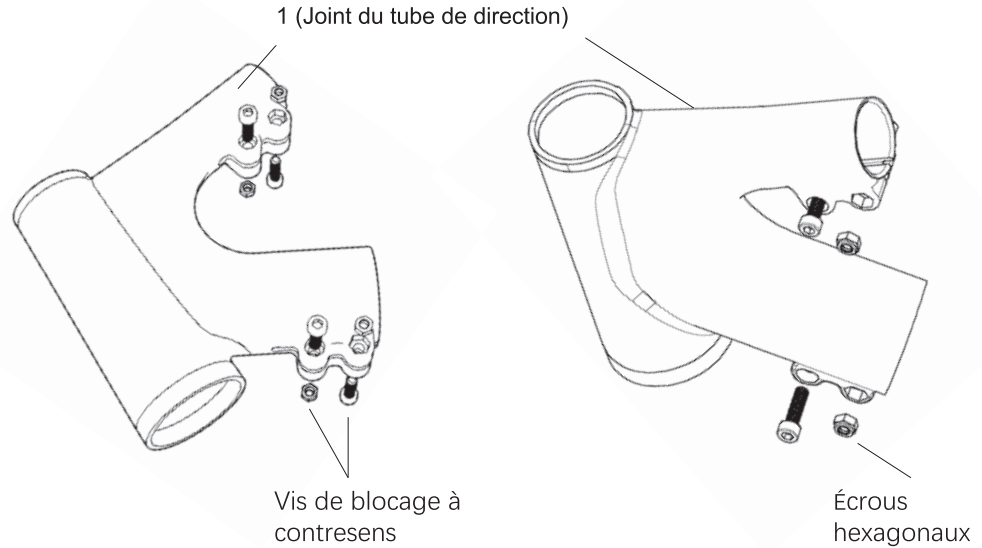

Figure 0.
4. Veuillez observer attentivement les directions d'installation des vis de blocage de pré-installation sur la pièce 1, la pièce 4 et la pièce 5. Si elles tombent pendant l'installation, veuillez les réinstaller dans le sens indiqué sur la Figure 0. Notez que le biseau des écrous hexagonaux est orienté vers l'extérieur, comme indiqué sur la Figure 0.